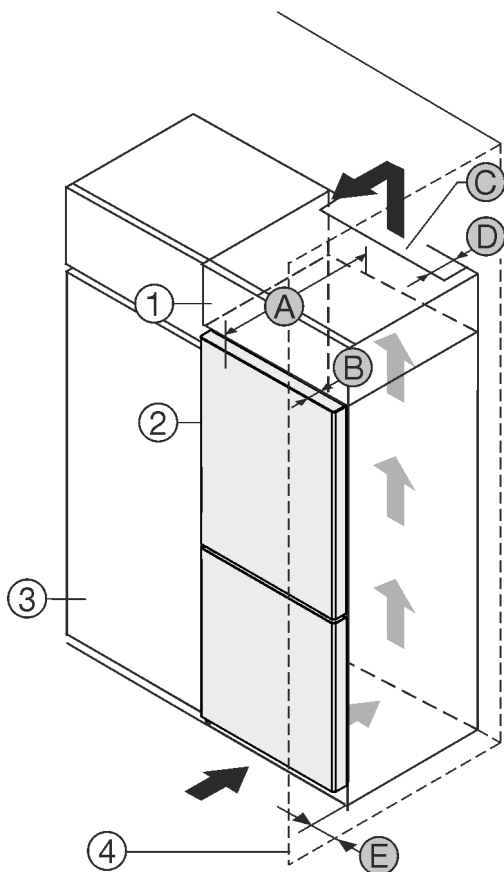

Fig. 1
- (1) Дополнительный шкафчик *
- (2) Устройство *
- (3) Кухонный шкаф *
- (4) Стена *
- (A) Глубина устройства *
- (B) Глубина двери *
- (C) Вентиляционное сечение *
- (D) Расстояние до обратной стороны устройства *
- (E) Расстояние до стороны устройства *
Вы можете установить устройство непосредственно рядом с кухонным шкафом Fig. 1 (3)*
На задней стенке дополнительного шкафчика должен быть вентиляционный канал с глубиной Fig. 1 (D) по всей ширине этого шкафа.*
Нужно соблюдать вентиляционное отверстие Fig. 1 (C) под нижней панелью.*
Если устройство устанавливается на шарнирах у стены Fig. 1 (4), то расстояние между устройством и стеной должно быть не менее 13 мм.*
Если устройство устанавливается на шарнирах у стены Fig. 1 (4), то расстояние между устройством и стеной должно быть не менее 20 мм.*
Чтобы можно было полностью открыть дверь, устройство должно выступать на глубину двери Fig. 1 (B) относительно передней стенки кухонного шкафа. В зависимости от глубины кухонных шкафов Fig. 1 (3) и использования пристенных распорок устройство может выступать и больше.*